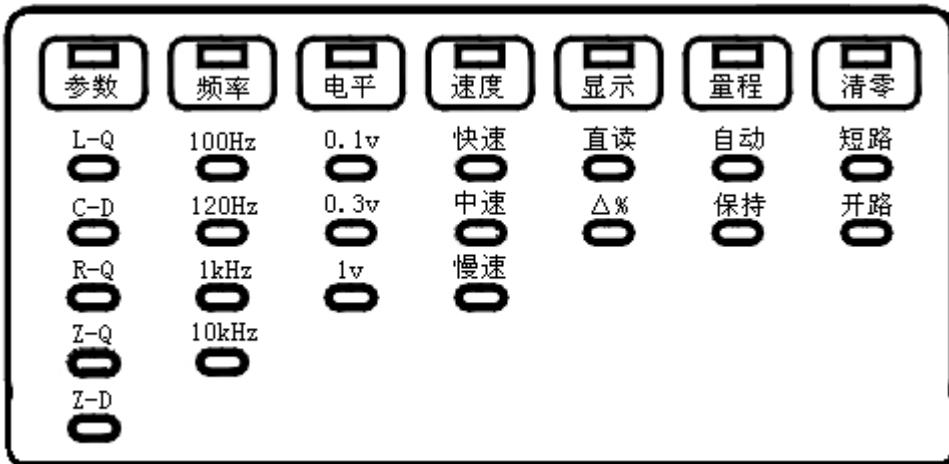

图 4-4 常用状态指示示意图
1、**“测量”状态：**对应七种常用功能的选择，功能直接在面板上指示（见图 4-4），仪器在**“测量”状态**时使用：“**△**”，“**▽**”，“**<**”，“**>**”，“**启动**”等按键，即可获得。